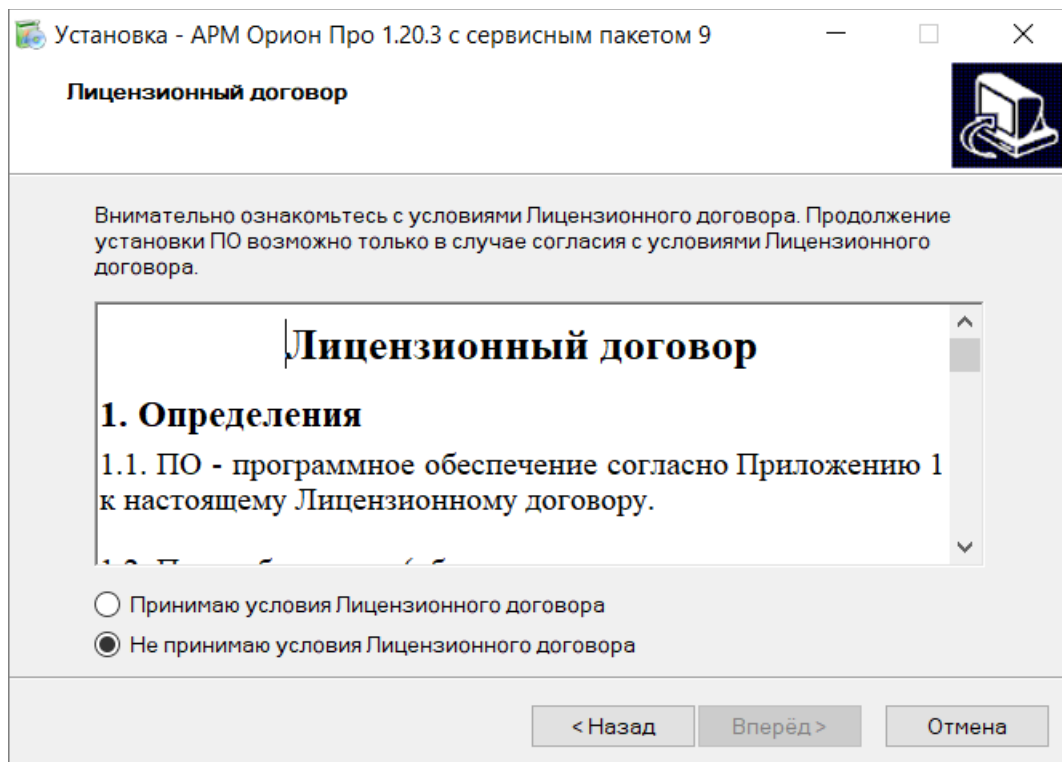

Рисунок 2-3 Лицензионный договор в окне Мастера установки ПО
- 3) На новой странице Мастера установки ПО внимательно ознакомьтесь с условиями Лицензионного договора (см. Рисунок 2-3);